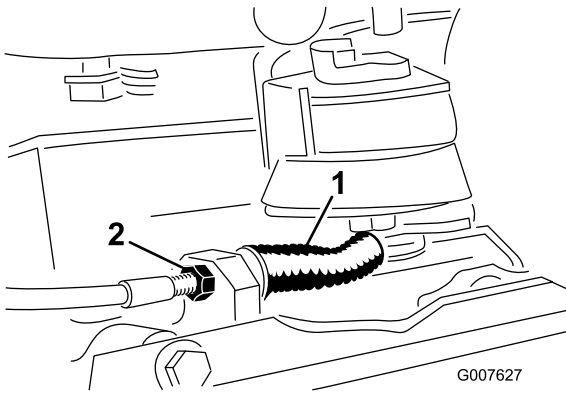

图34
- 要减少拉线的张力应拧松前拉线锁紧螺母同时拧紧后锁紧螺母 图34。如果需要请重复步骤 1 和 2 并调节张紧力。
- 要增加拉线的张力应拧紧前拉线锁紧螺母同时拧松后锁紧螺母 图34。如果需要请重复步骤 1 和 2 并调节张紧力。